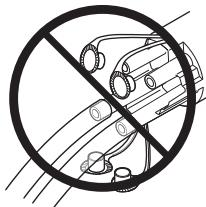

Abbildung 5 Alle nicht benutzten Anschlüsse verschließen
- Alle nicht benutzten Anschlüsse des Sammelrohrs mit der jeweiligen Kappe verschließen (Abbildung 5).